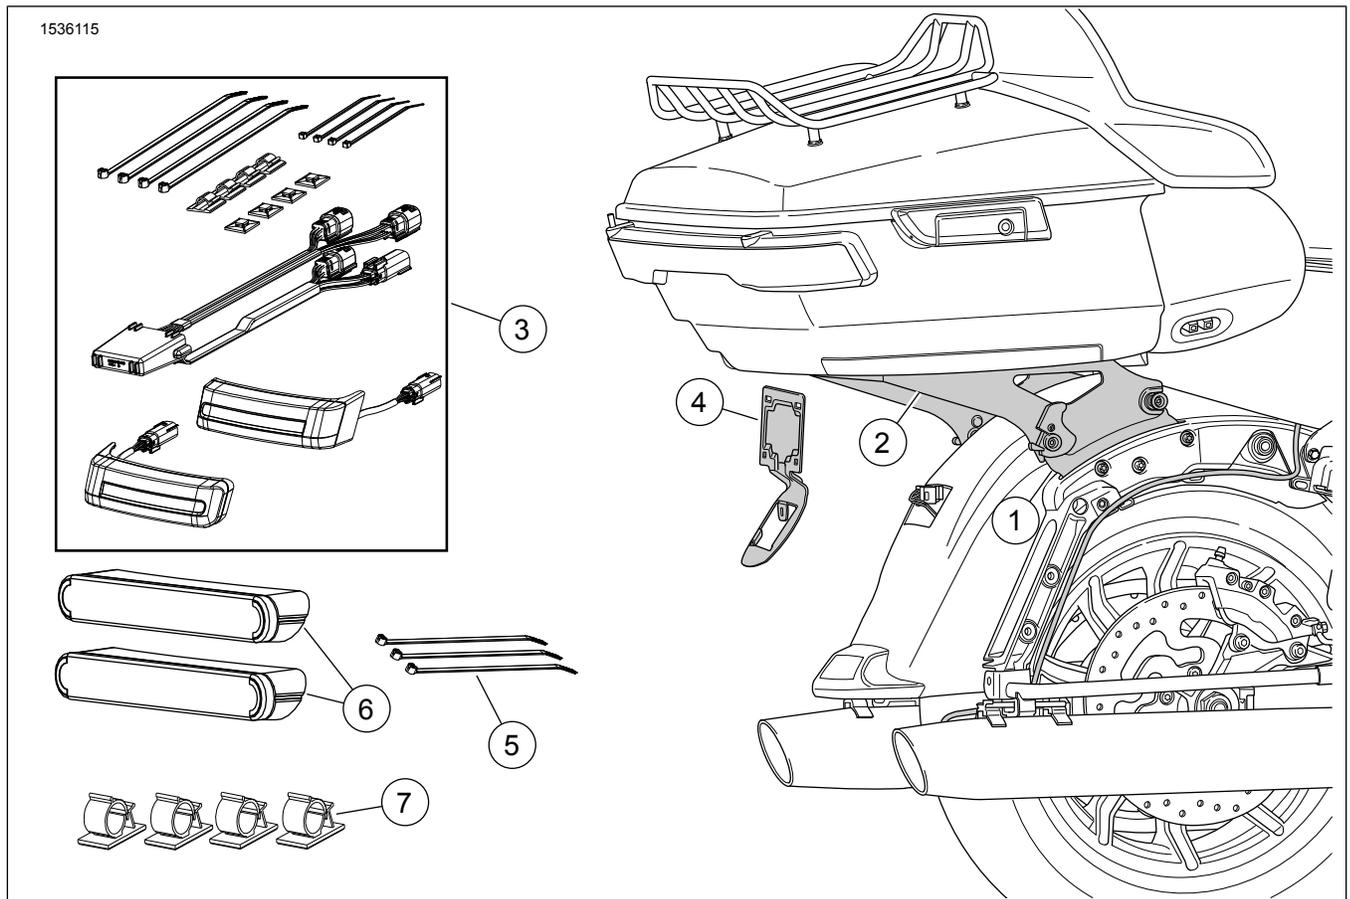
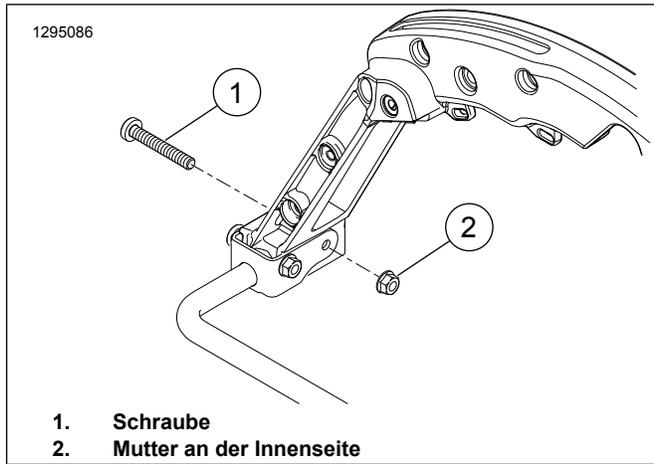
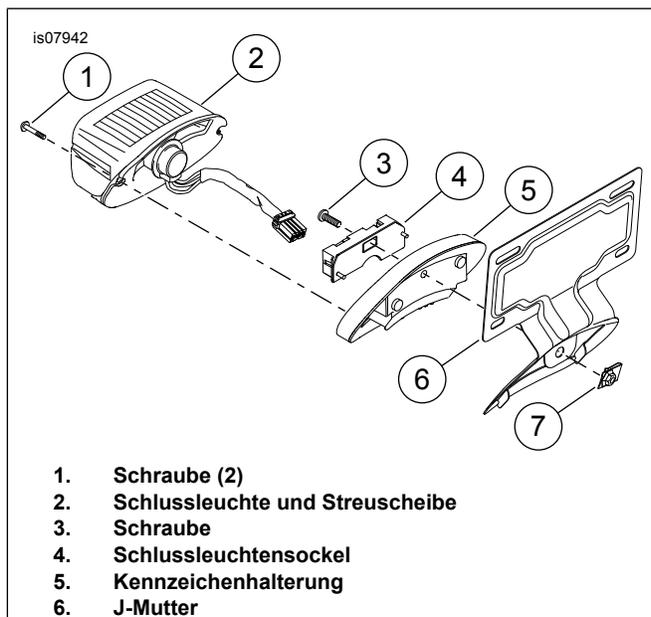

Abbildung 1. Inhalt des Satzes: Abnehmbarer Tour-Pak-Befestigungsträger
Abbildung 6. Entfernen der Schraube der Originalausstattung
Abbildung 7. Installation der Kennzeichenhalterung
7. Siehe Abbildung 7 >. Die Schlussleuchte und den Schlussleuchtensockel abnehmen.
- a. Die Schrauben (1) entfernen.
- b. Die Schlussleuchte und die Streuscheibe (2) lösen und abnehmen.
- c. Die Steckverbinderpositionen am Schlussleuchtensockel (4) beachten, um die Installation zu erleichtern.
- e. Die Schraube (3) und den Schlussleuchtensockel entfernen.
9. Siehe Abbildung 6 . Die Mutter (2) an der rechten Innenseite entfernen. Die Schraube (1) entsorgen.
1. Siehe Abbildung 1 >. Den Befestigungsteilesatz (1) entsprechend den Anweisungen in **diesem** Satz anbringen.
2. Den Betriebs-/Brems-/Blinkerleuchten-LED-Satteltaschensatz (3) entsprechend den Anweisungen in **diesem** Satz anbringen.
3. Siehe Abbildung 7 >. Die Kennzeichenhalterung anbauen.
- a. Die Kennzeichenhalterung (5) am Schutzblech anbringen.
- c. Den Schlussleuchtensockel über der Kennzeichenhalterung anbringen. Mit Schraube (3) befestigen.
- e. Schlussleuchte und Streuscheibe am Schlussleuchtensockel anschließen. Schlussleuchte und Streuscheibe am Sockel anbringen und mit Schrauben (1) sichern.
Siehe Abbildung 1 >. Die Position der Reflektoren (12) markieren.